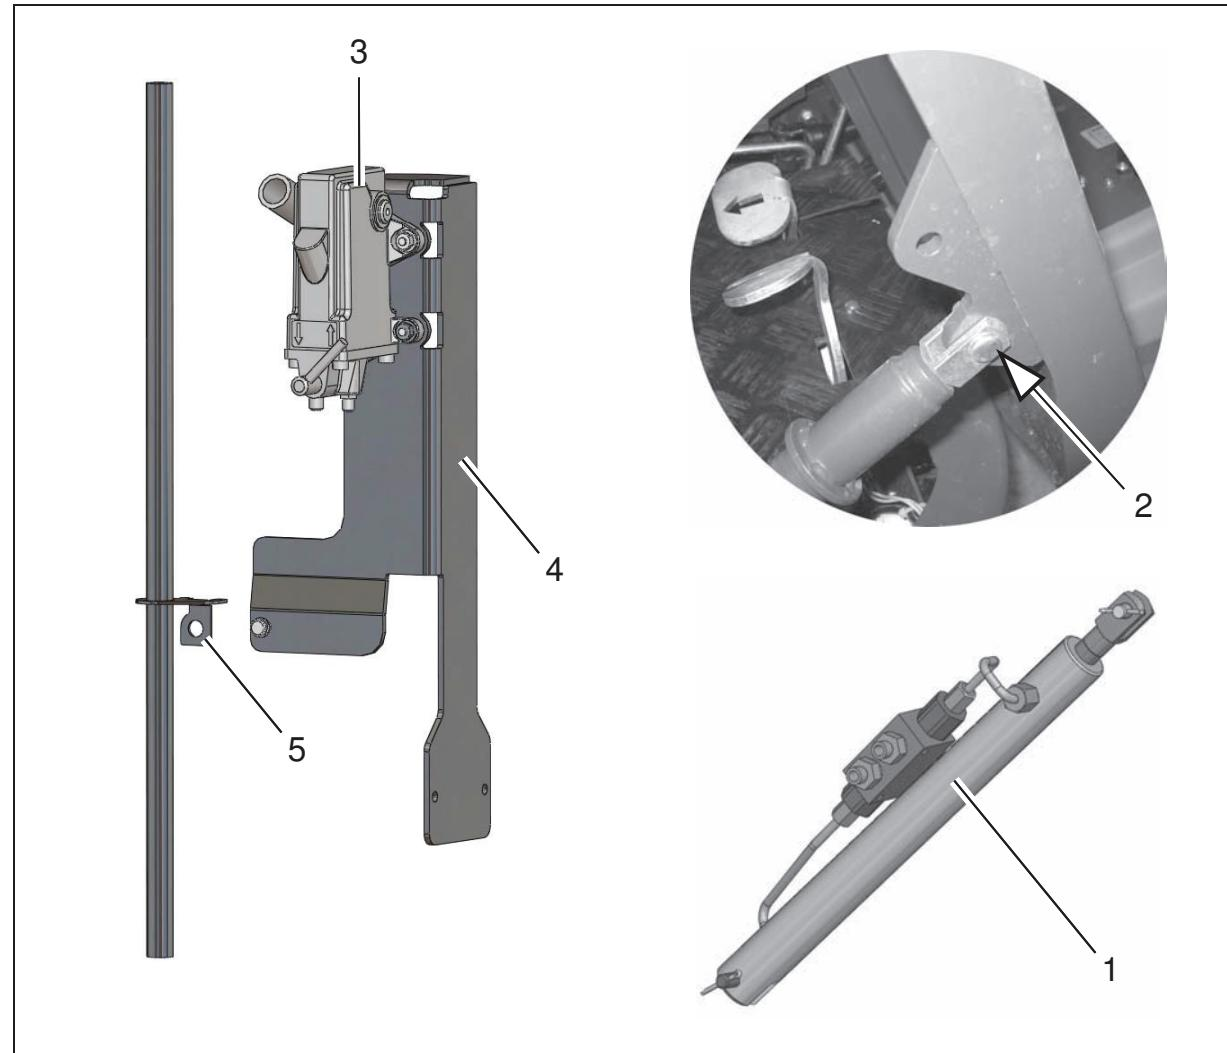

Abb.5
1. Hydraulikzylinder (Abb. 5/1) auf der linken Seite anstelle des Gasfeder einbauen. Kolbenstangenauge in der zweiten Bohrung (Abb. 5/2) befestigen.
2. Handpumpe (Abb. 5/3) an der Konsole (Abb. 5/4) mit Linsenflanschschraube M8x25 anbauen .
3. Die Konsole (Abb. 5/4) mit den Schrauben M8x25 an das Fahrgestell anschrauben.
4. Den Halter (Abb. 5/5) für den Pumpenhebel an das Fahrgestell montieren.